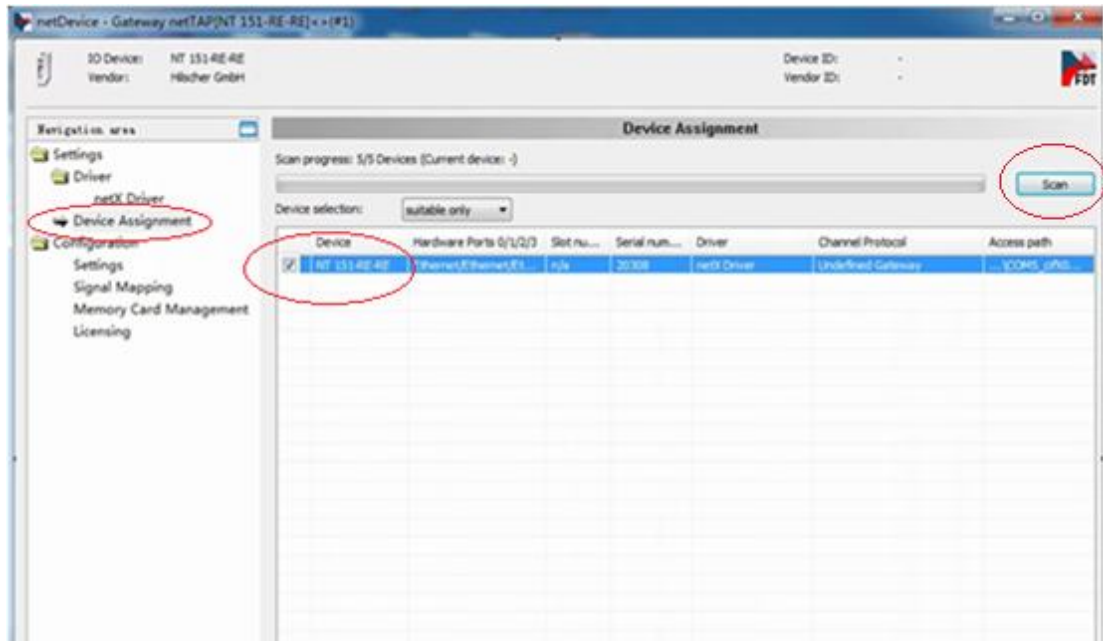

图 5.3 网关硬件选择图
(3) 选择“Device Assignment”栏，单击 Scan 按钮，扫描到网关硬件，如图 5.3 所示。勾选该网关并单击 Apply 按钮保存。